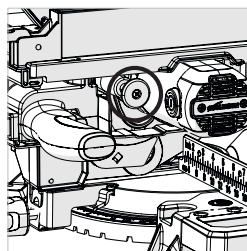

Fig. 18
- Retraiga el gancho de cerrojo del motor y gire el motor hacia arriba. **(Fig. 18)**